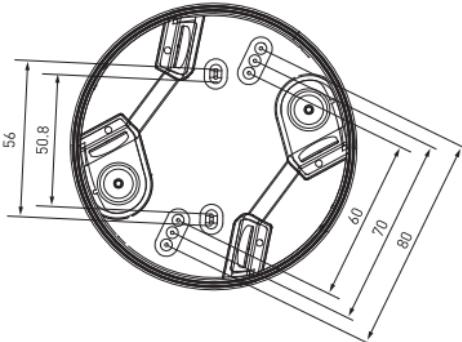

Рис. 2. Выбивные отверстия
- 3.2. На нижней части корпуса имеется 5 пар выбивных отверстий на расстоянии от 50.8 мм до 80 мм для различных вариантов монтажа (см. рис. 2).
- 3.5. Просверлите соответствующую пару монтажных отверстий [см. рис. 2], чтобы закрепить корпус на поверхности потолка с помощью 2 шурупов по дереву с резиновой шайбой [см. рис. 4].